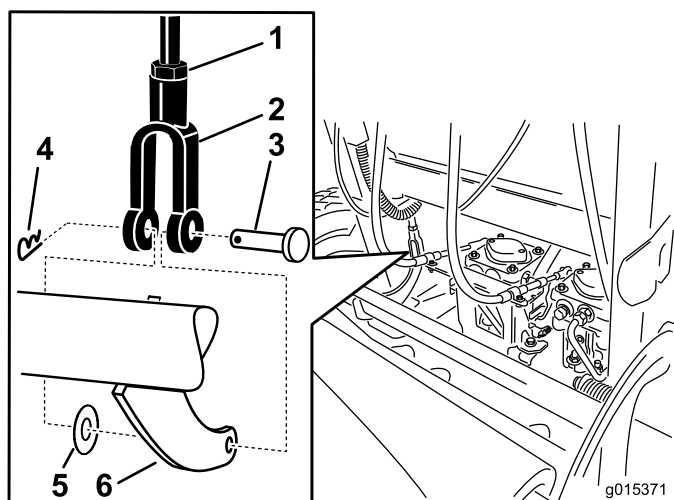

Figure 66
5. Pour régler le frein, retirez la goupille fendue et l'axe de chape du levier de frein inférieur et de la chape (Figure 66).
6. Desserrez l'écrou de blocage (Figure 66).
7. Tournez la chape (Figure 66).
8. Fixez la chape au levier de frein inférieur avec la goupille fendue et l'axe de chape (Figure 66).
9. Resserrez l'écrou de blocage (Figure 66).